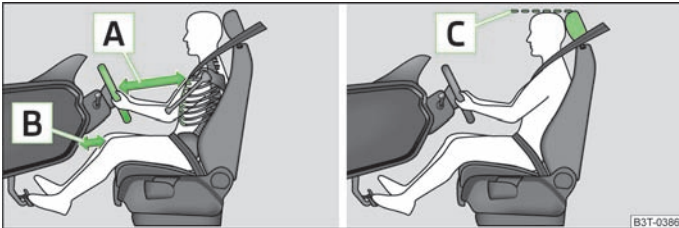

Abb. 135 Der richtige Abstand des Fahrers zum Lenkrad und zur Schalttafel / Die richtige Kopfstützeinstellung
- Das Lenkrad so einstellen, dass der Abstand zwischen Lenkrad und Brustbein mindestens 25 cm beträgt » Abb. 135 [A] und der Abstand der Beine zur Schalttafel im Bereich des Knieairbags mindestens 10 cm beträgt » Abb. 135 [B].
- Die Kopfstütze so einstellen, dass die Oberkante der Kopfstütze sich möglichst auf einer Höhe mit dem oberen Teil Ihres Kopfes befindet » Abb. 135 [C].
- Die Kopfstütze so einstellen, dass die Oberkante der Kopfstütze sich möglichst auf einer Höhe mit dem oberen Teil des Kopfes befindet » Abb. 135 [C].